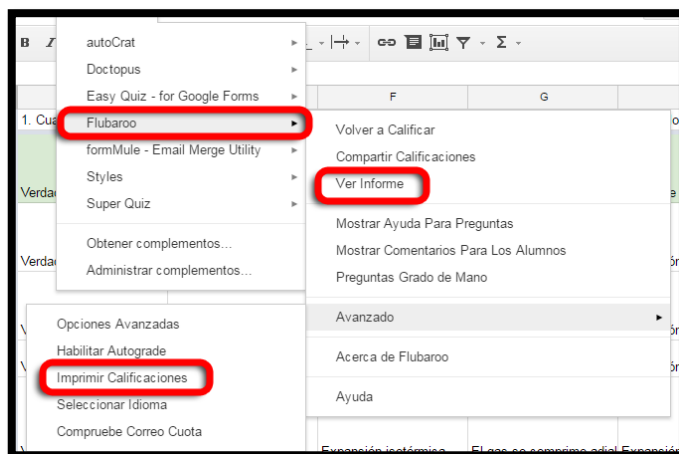

Figura 21. Undécimo paso. Elaboración propia.
Paso 11: Finalmente podemos generar un informe e imprimir las calificaciones de los alumnos (Figura 21) para guardarnos un reporte en formato .pdf (ejemplo en Anexo IV).